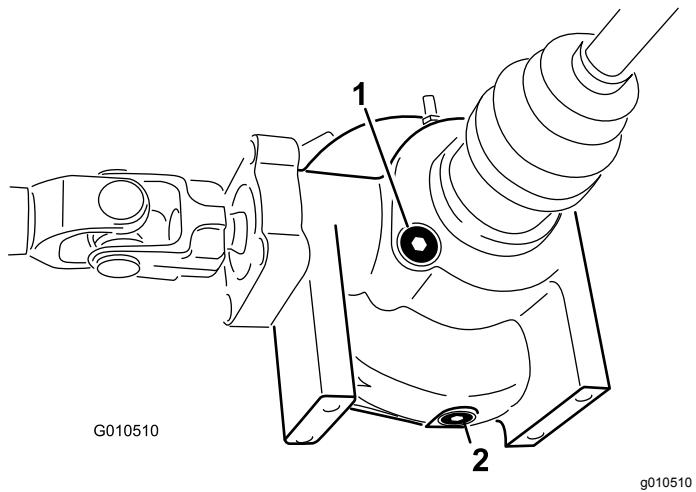

Figura 22
- Limpe a área em torno do bujão de enchimento/controlo na parte lateral do diferencial (Figura 22).